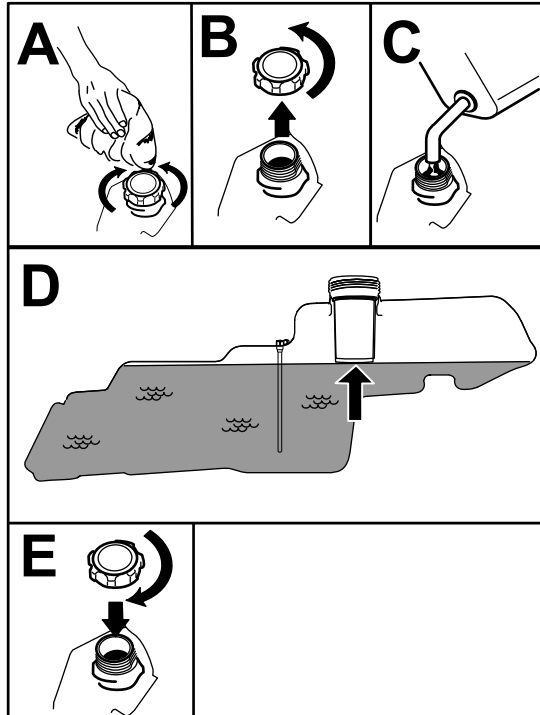

Bild 8
5. Füllen Sie den Kraftstofftank bis zur Unterseite des Füllstutzens (Bild 8). Füllen Sie den Kraftstofftank nicht ganz auf.